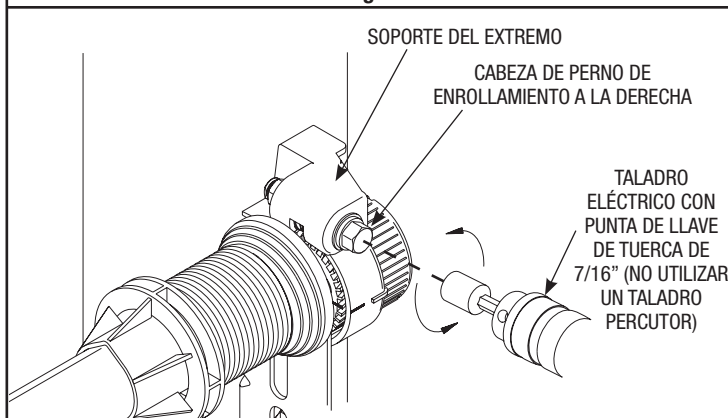

Fig. 2
Paso 2: utilizando un taladro eléctrico (preferiblemente con la velocidad o el par alto reducido a 1300 rpm) con una punta de llave de tuerca de cabeza hexagonal de 7/16", desenrolle la cabeza del perno de enrollamiento del lado derecho (Fig. 2) y cuente el número de vueltas que la marca del engranaje impulsor pasa por la marca adyacente del soporte del extremo. Utilizando como referencia la tabla siguiente, clasificada por altura de la puerta, deje de desenrollar el resorte una vez que el número de vueltas sea igual al número de vueltas de la lista.